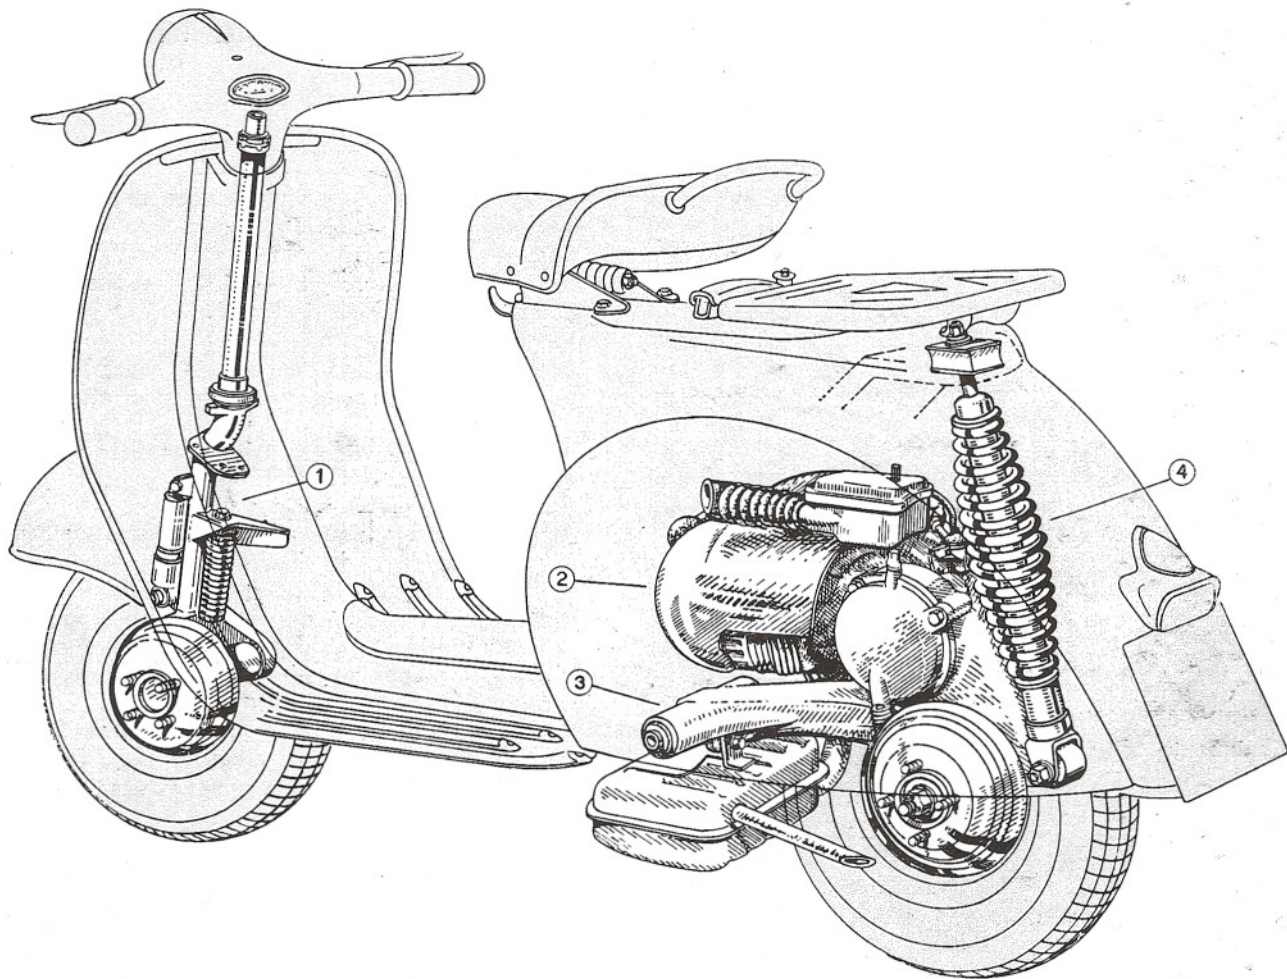

Fig. 1/A - Installazione motore e sospensioni
**Installazione** (ved. fig. 1/A): il motore, a mezzo del braccio cilindrico del semicarter lato frizione, portante un perno